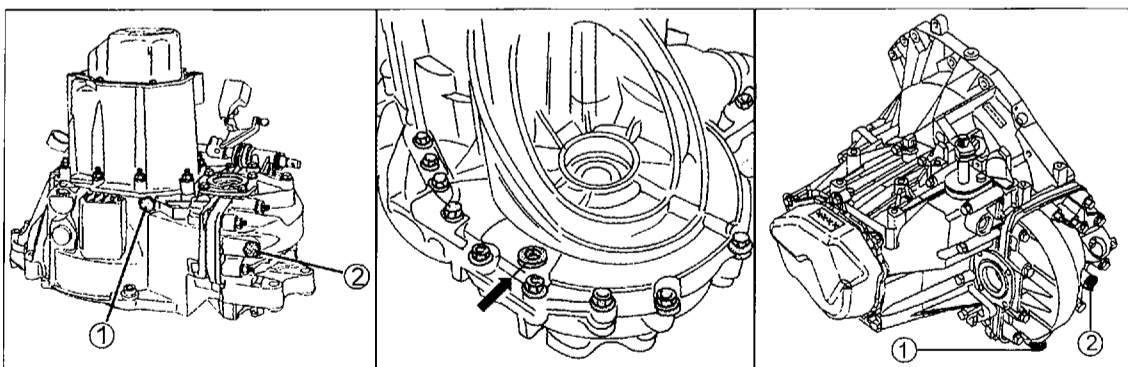
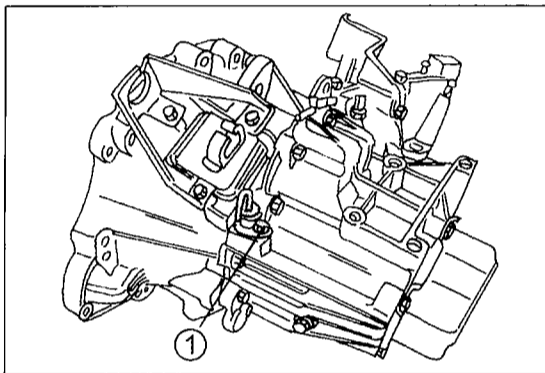

Bild 203
Bild 207
- Beim „ME5TU“-Getriebe sind zwei Ölablassstopfen in das Getriebe eingesetzt, einer im eigentlichen Getriebe und ein zweiter im Achsantrieb (Differentialgehäuse). Die beiden Stopfen sind (bei ausgebautem Getriebe) in Bild 203 auf der linken Seite gezeigt. Der Stopfen (1) ist in das Getriebe eingeschraubt, der Stopfen (2) in den Achsantrieb.
- Beim „MG5TU“-Getriebe ist nur ein einzelner Ablassstopfen in die Unterseite des Getriebes eingesetzt, dessen Lage man der mittleren Ansicht von Bild 203 entnehmen kann.
● Beim „ML5TU“-Getriebe ist ein Ölablassstopfen in das Getriebe eingesetzt, welcher auf der rechten Seite von Bild 203 gezeigt ist. Der Stopfen (1) ist in die Unterseite des Getriebes eingeschraubt, der Stopfen (2) dient zur Kontrolle des Ölstands und zum Nachfüllen des Öls.
Bei diesem Getriebe ist je ein Ölablassstopfen in das eigentliche Getriebegehäuse und in das Antriebsgehäuse eingesetzt. Beide Stopfen sitzen ziemlich nahe beieinander an der Unterseite des Getriebes an den in Bild 203 (linke Ansicht) gezeigten Stellen.
Bei diesem Getriebe ist nur ein einzelner Ölablassstopfen vorhanden, der an der in Bild 203 in der mittleren Ansicht gezeigten Stelle an der Unterseite unterhalb des Ausgangs der Antriebswelle sitzt. Ein Stopfen wird zur Kontrolle des Ölstands und zum Einfüllen des Öls benutzt, jedoch wurde das Getriebe seit Baubeginn geändert, wobei auch die Einfüllbohrung betroffen wurde. Bei der anfänglichen Ausführung sitzt an der in Bild 207 gezeigten Stelle ein Ölmessstab, welcher mit einer Schraube befestigt ist. Zur Kontrolle abschrauben und herausziehen. Den Ölstand am Messstab ablesen. Später wurde ein Stopfen mit einem Vierkantloch unterhalb des Antriebswellenausgangs in das Getriebe eingesetzt. Zur Kontrolle des Ölstands diesen herausdrehen und kontrollieren, ob das Öl bis zur Unterkante der Einfüllöffnung steht.
Beim Ölwechsel in der oben beschriebenen Weise vorgehen. Das Öl entweder mit einem Trichter (bei der in Bild 207 gezeigten Ausführung) einfüllen oder einer mit dem Getriebeöl gefüllten Fettpresse durch die Seite des Getriebes einfüllen. Das Fassungsvermögen dieses Getriebes beträgt 2,75 Liter.
Bei diesem Getriebe ist nur ein einzelner Ölablassstopfen vorhanden, der sich an der in Bild 203 in der rechten Ansicht gezeigten Stelle befindet. Ein Stopfen wird zur Kontrolle des Ölstands und zum Einfüllen des Öls benutzt.